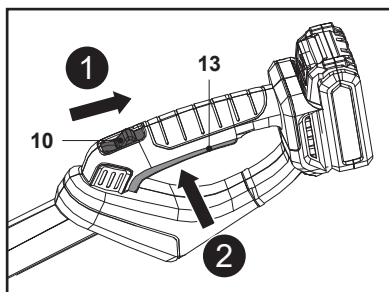

Fig. 12
1. S'assurer que le dispositif de coupe (lame) (1) ne touche aucun objet. Retirer le protège-lame (14) du dispositif de coupe (lame) (1) avant de mettre le produit en marche.
2. Tenir le produit avec une main sur le manche antidérapant (8a) de la perche avant (8) et l'autre main sur la poignée arrière (11).
3. Tirer le bouton de déverrouillage (10) vers l'arrière et le maintenir dans cette position (Fig. 12, étape 1).
4. Appuyer sur l'interrupteur marche/arrêt (13) pour mettre le produit sous tension (Fig. 12, étape 2). Relâcher ensuite le bouton de déverrouillage (10).
5. Relâcher l'interrupteur marche/arrêt (13) pour mettre le produit hors tension.